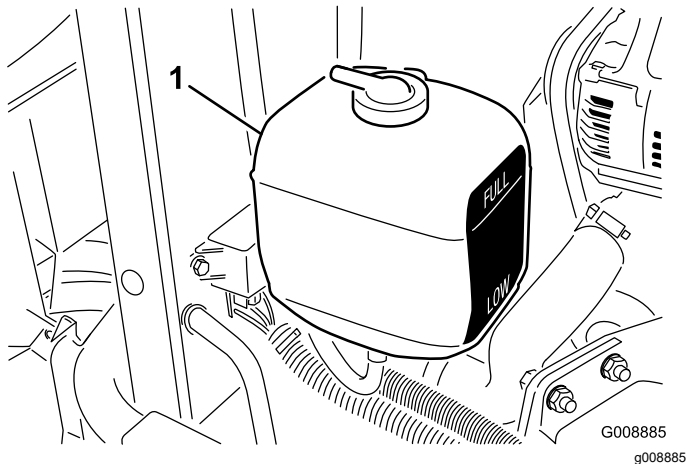

Figura 57
2. Compruebe el nivel de refrigerante del depósito de expansión (Figura 57). Con el motor frío, el nivel del refrigerante debe estar aproximadamente en el punto medio entre las marcas del lateral del depósito.